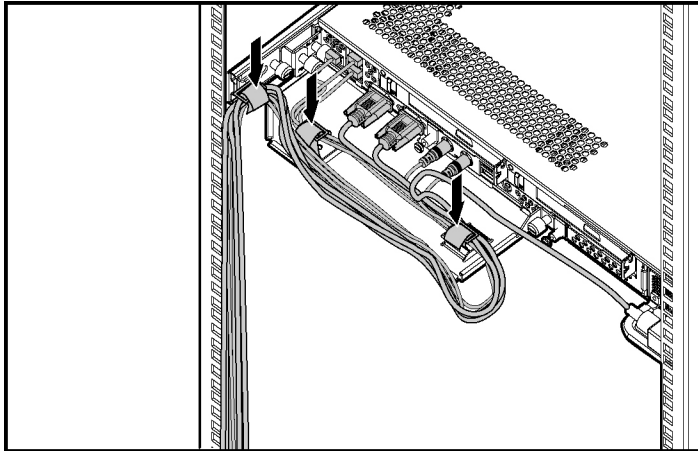

Figure 3-9 : Fermeture de la bride de câble sur les câbles
3. En commençant par les câbles de périphérique situés sur la gauche, faites passer tous les câbles et les cordons dans les brides tel qu'indiqué dans la Figure 3-9 : sur les câbles.